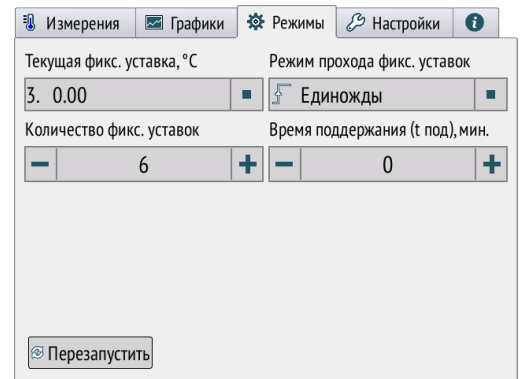

Рис. 7
4.3.5 Вкладка «Режимы» (рис. 7) позволяет выбирать текущую фиксированную уставку (от 1 до 6), режим прохода фиксированных уставок, задавать количество фиксированных уставок (от 1 до 6) и время нахождения на них.